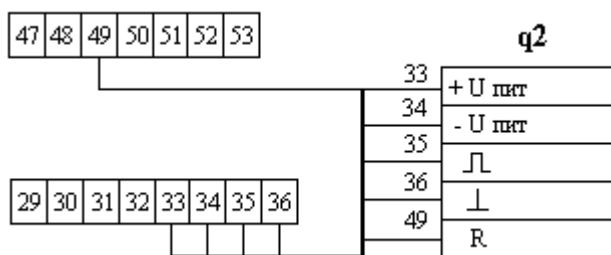

Рис. 4 Схема подключения преобразователя расхода q_2 при измерении тепловой энергии в режиме «З» (зима/лето).
3. При использовании алгоритма «3 – зима/лето» для вычисления тепловой энергии, схема подключения преобразователя расхода q2 представлена на рис. 4 настоящего приложения.